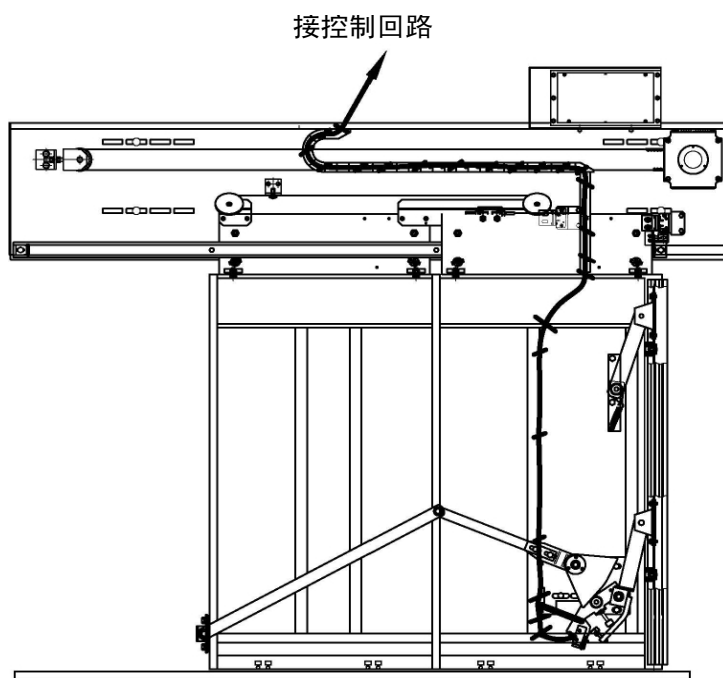

图 2-14 安全触板走线
1. 电缆线在轿门上用倒拉式扎带扎紧, 并沿着坦克链支架, 穿过坦克链, 连接到轿顶接线盒安全回路上。其中并用倒拉式扎带扎紧; 按图 2-14 安全触板走线